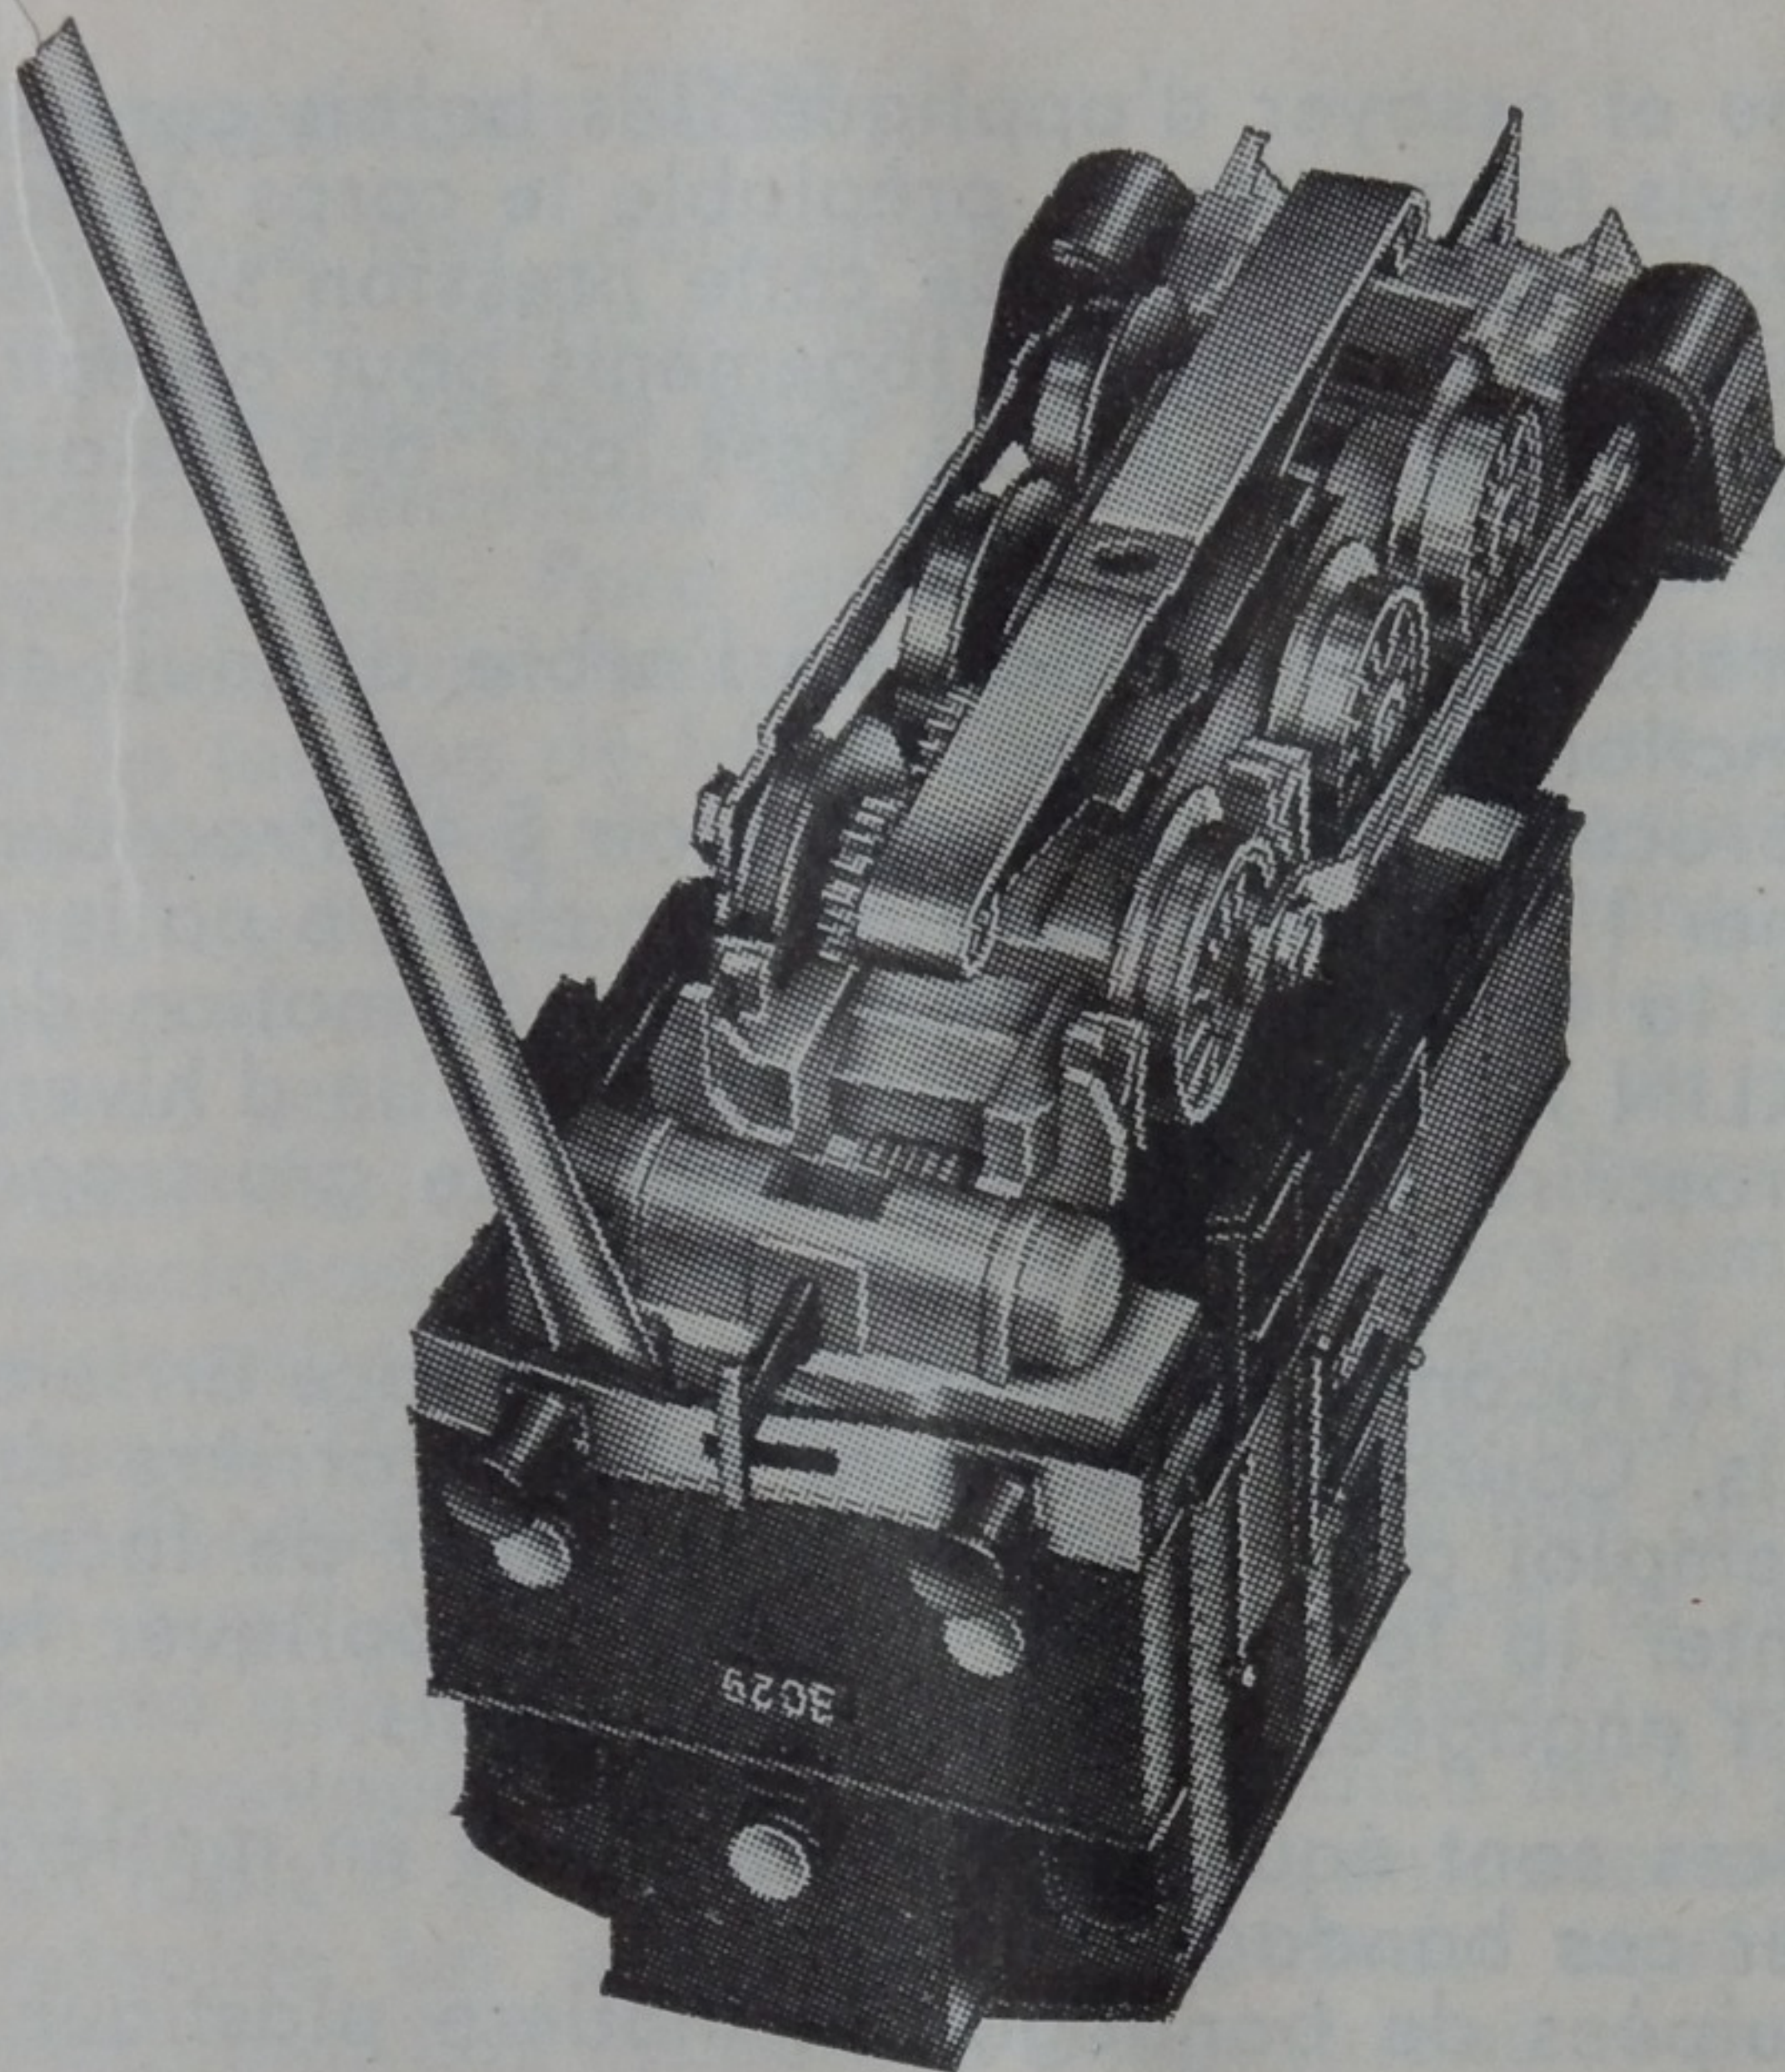

Fig. 5 Abheben des Lokomotivgehäuses
a screwdriver sufficiently to disengage the lug from the recess (fig. 5). The two side clips are then released in the same way. When putting together again, press the casing on to the frame casting until the lugs clip into the recesses.
4.- Démontage du corps de la locomotive. Le corps de la locomotive comporte sur sa face arrière 2 ouvertures dans lesquelles vient se loger le châssis. Courber légèrement la face arrière du corps vers l'extérieur afin de dégager les fixations (emploi d'un tourne-vis). Dégager de façon analogue les fixations latérales (fig. 5). Pour remonter la locomotive il suffit d'appliquer le corps sur le châssis jusqu'à ce que les fixations soient engagées dans leurs logements.
4.º Modo de desmontar la caja de la locomotora. En las escotaduras de ambos lados de la pared posterior de la caja de la locomotora encajan las correspondientes lengüetas del bastidor de fundición. Sirviéndose de un destornillador se dobla, primeramente, hacia afuera la pared posterior de la caja hasta que la lengüeta haya salido de la escotadura (véanse fig. 5).
4. Smontaggio del mantello della locomotiva. Sui due lati e sul fondo del mantello appositi appigli ingranano nelle corrispondenti sporgenze del telaio. Con un cacciavite viene dapprima piegato all'infuori il dietro del mantello finchè l'appiglio si liberi. (fig. 5)
4. Avtagande av lokets överdel. Urtagen i bakväggen och på båda sidor av lokets överdel griper in i motsvarande nabbar på chassit. Den bakre väggen på överdelen böjes ut något med en skruvmejsel så att nabben lämnar urtaget (bild 5).
4. Afmontering af lokomotivoverdelen. I de på begge sider og på bagvæggen af lokomotivoverdelen anbragte udsnit griber tilsvarende tappe på det støbte chassis ind. Med en skrue-trækker bøjes den bagerste væg på overdelen så langt udefter, at tappene gøres fri af udsnittene (fig. 5). Derefter løsnes på samme måde begge sidestykkerne. Når man igen skal montere delene sammen, må overdelen trykkes så langt ned over den støbte underdel, at tappene atter griber ind og hviler i udsnittene.
4. Verwijderen van de locomotiefkap. In de zijwanden en achterwand zijn kleine uithollingen aangebracht, welke over nokjes van het gegoten onderstel sluiten. Met een kleine schroevendraaier wordt eerst de achterwand zover uitgebogen, dat de nok daar er uit springt (fig. 5). Daarna worden op dezelfde manier de nokjes aan de zijkanten er uit gewipt. Bij het weer opzetten van de kap moet deze zover op het onderstel worden gedrukt tot de nokjes weer in de uithollingen springen.